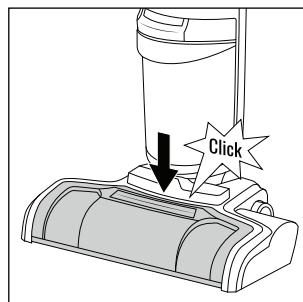

Rys. 40
- ◆ Następnie wcisnij uchwyt po lewej stronie wałka szczotkowego **6** w otwór po lewej stronie podstawy **3**, aż wałek szczotkowy **6** zatrzaśnie się słyszalnie (patrz rys. 40).